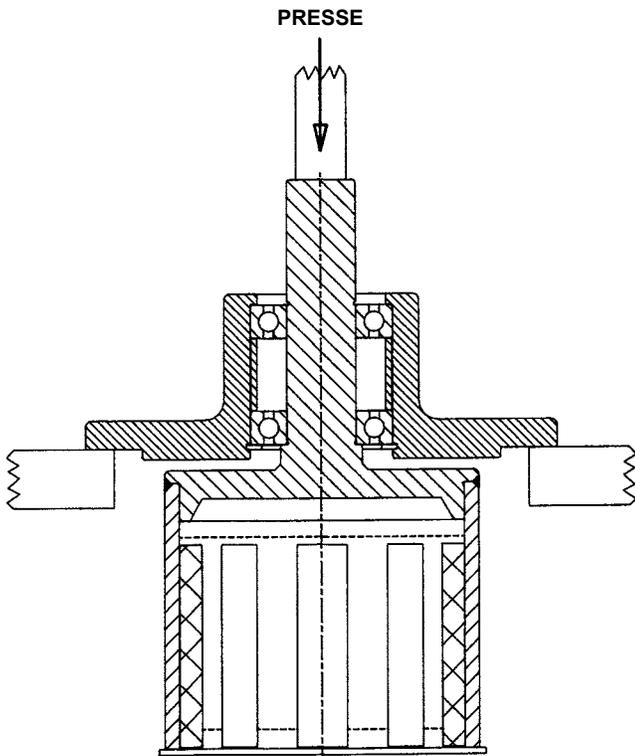

FIGURE 13
2. Retirez l'anneau de retenue externe de l'arbre, placez l'unité dans la presse et sortez l'arbre comme indiqué à la **Figure 13**. Soutenez l'extrémité de l'aimant externe pour l'empêcher de tomber et de s'endommager.